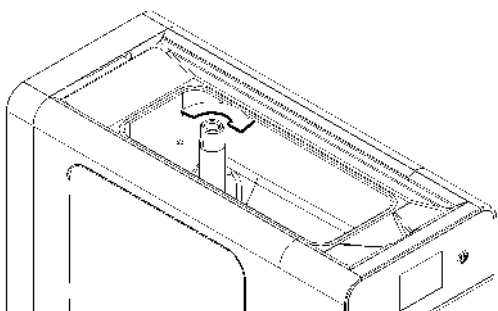

figura 6
**4** Gire completamente la parte superior del tubo de mezcla en sentido dextrógiro para cerrar la entrada del preparado al cilindro. (ver figura 6)